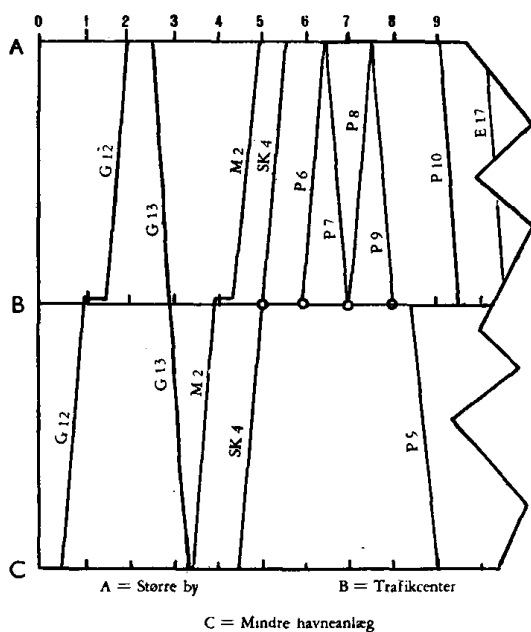

Fig. 17. Forslag til en køreplan for en rundbane med sidebane. Efter planen kører mælketoget (M 2) fra C-byen kl. 3.30 og er i A-byen kl. 5.00.
2. Rundbane med side bane (fig. 17).